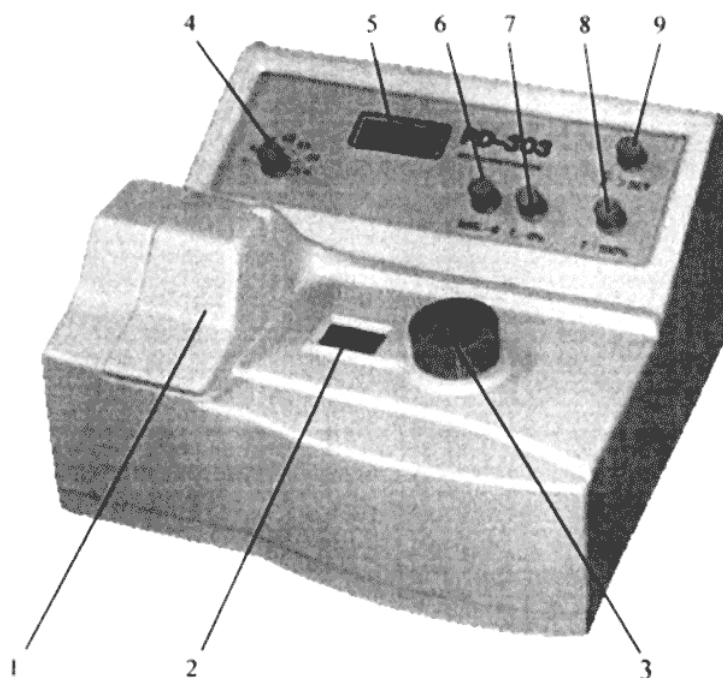

Рисунок 5. Вид спереди
6. Включите прибор выключателем. Удостоверьтесь, что **люминесцентный дисплей** загорелся (рис.5-№5). Для стабилизации интенсивности свечения лампы прибор необходимо прогреть около **20 минут**.
7. Установка длины волны: Установите нужную длину волны поворотом рукоятки установки длины волны, обозначенной **WAVELENGTH** (рис.5-№3), наблюдая в **окне установленную длину волны** (рис.5-№2) рядом с измерительной камерой. Диапазон длин волн: от 340 нм до 1000 нм.
8. Убедитесь, что в **измерительной камере** (рис.5-№1) нет кюветы и камера закрыта крышкой.
9. Установка режима Светопропускания: Установите переключатель режимов (рис.5-№4) в положение **Т** (Transmittance). Ручкой установки ноля коэффициента светопопускания, обозначенной **Т-0%** (рис.5-№7) установите на дисплее «**0.0**».
11. Верификация Светопропускания и Абсорбции: Поворотом ручки установки 100% коэффициента светопопускания, обозначенной **Т-100%** (рис.5-№8), установите на дисплее «**100.0**». Установите переключатель режимов (рис.5-№4) в режим Абсорбции – положение **А** (Absorbance). Затем ручкой установки ноля Абсорбции, обозначенной **А-0** (рис.5-№6), установите на дисплее «**0.0**». Выньте кювету с бланком из измерительной камеры.
2. Установите переключатель режимов (рис.5-№4) в положение **T** (Transmittance). Ручкой установки ноля коэффициента светопропускания, обозначенной **T-0%** (рис.5-№7) установите на дисплее «**0.0**». (Повторите шаг 5 процедуры подготовки на стр.8).